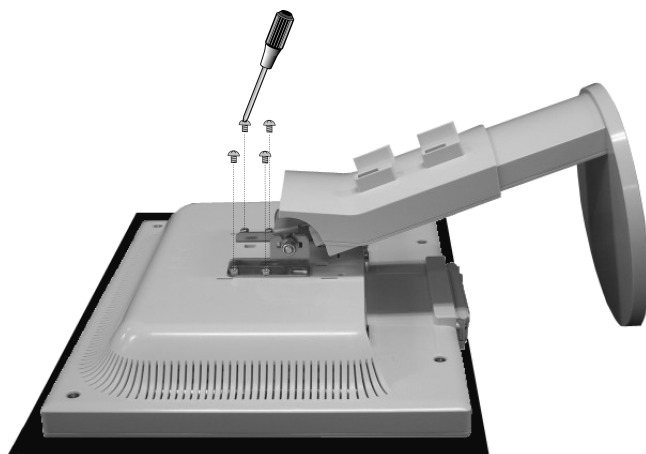

Figura S.4
5. Sistemare il monitor verso il basso su una superficie non abrasiva (**figura S.4**).
6. Togliere le 4 viti che fissano il monitor al supporto (**figura S.4**).